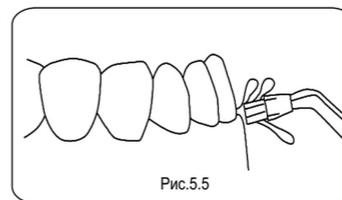

Рис.5.5
5.4. **Насадка для деликатного снятия зубного налета** с 3-мя микропучками щетины «корона» (рис.5.5). Применяется после установки имплантов, мостов, коронок для лучшего заживления и нежной гигиены прилегающих тканей.